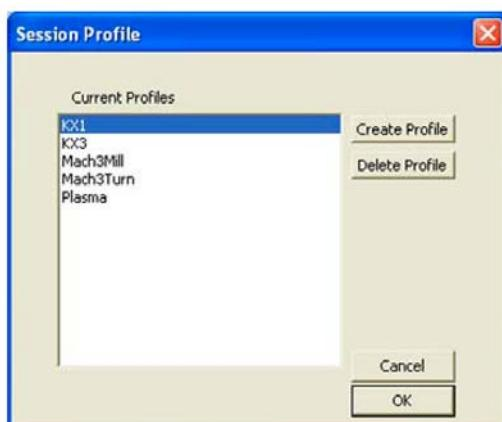

Рис. 3
2. Запустите ПО Mach3: Откройте программу **Mach3 Loader** на рабочем столе, выберите профиль фрезерного станка КХ1 или КХ3 (в зависимости от вашего станка) и щелкните кнопку OK, рис. 3. Если вы установили ПО Mach3 с компакт-диска или веб-сайта smallcncsupport, эти профили будут доступны по умолчанию.